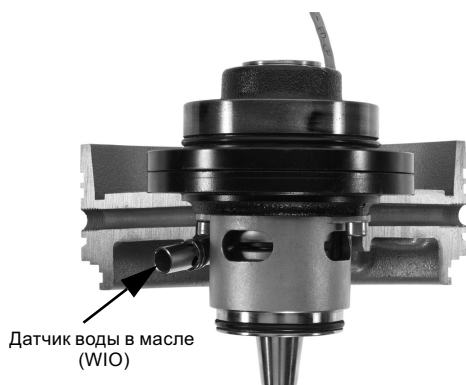

Рис. 16 Аналоговый датчик воды в масле
- Датчик воды в масле устанавливается в масляной камере насоса и подает сигнал, если вода попадает в насос. Датчик измеряет концентрацию воды в масле (от 0 до 20 %) и преобразует замеренное значение в аналоговый сигнал, которым затем передается на модуль IO 113. Также он подает сигнал при концентрации воды, выходящей за пределы допустимого диапазона (предупреждение), или при попадании воздуха в масляную камеру (аварийный сигнал). Датчик находится внутри защитной трубки из нержавеющей стали. См. рис. 16.